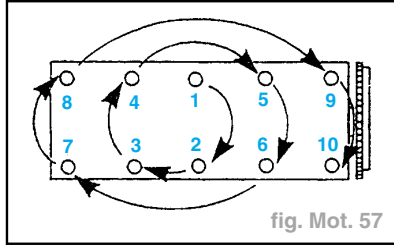

fig. Mot. 57
- Serrer la vis de culasse dans l'ordre indiqué (fig. Mot. 57).